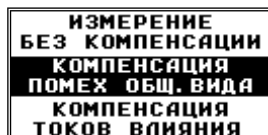

Рисунок 66
7.3.1 Подрежим «ИЗМЕРЕНИЕ С КОМПЕНСАЦИЕЙ ПОМЕХ ОБЩЕГО ВИДА» (рисунок 66) используется при измерениях диэлектрических параметров высоковольтной изоляции под рабочим напряжением методом сравнения.